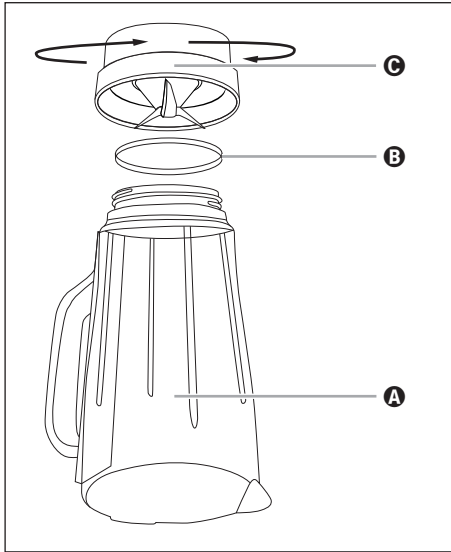

Fig. 4
- 2) Renversez l'appareil et tournez la pièce en plastique ③ du bol mixeur ③ dans le sens anti-horaire afin qu'elle se détache de la pièce en verre ① du bol mixeur ③ (voir fig. 4).
- 4) Si besoin, vous pouvez détacher prudemment la bague d'étanchéité ⑦ de la pièce en plastique ③. Nettoyez-la avec de l'eau additionnée d'un produit à vaisselle doux et rincez-la à l'eau claire.